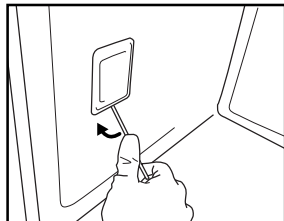

Fig. 7
3. Vipp løs lampedekslet med en flat skrutrekker (Fig. 7).